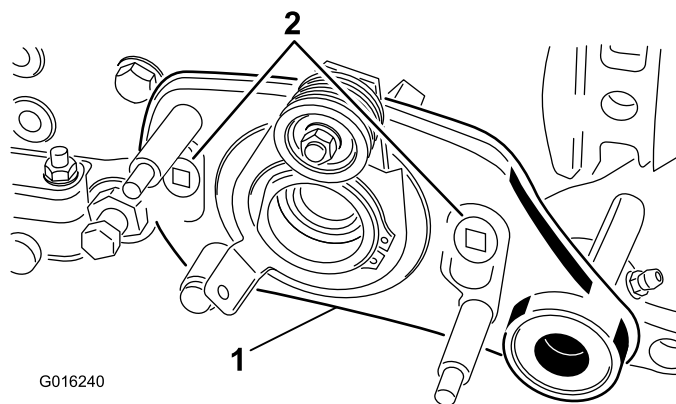

Рисунок 33
8. Отверните 2 болта с буртиком, которые крепят узел привода щетки к переходникам боковых плит (Рисунок 33).